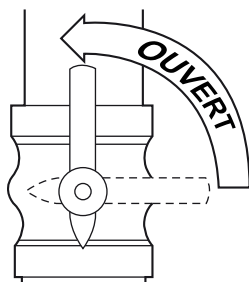

Figure 15 – Robinet ouvert
9. Ouvrez le robinet de gaz externe. Consultez la figure 15.